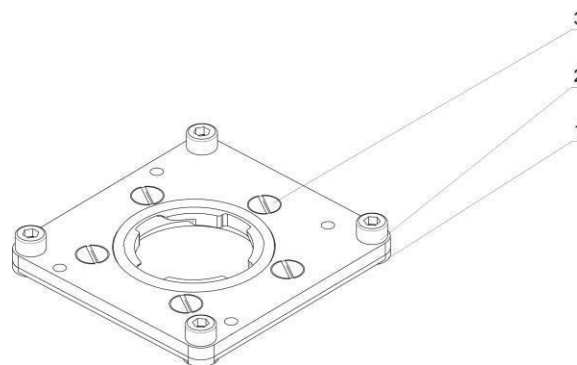

Рис. 2.8 Пластина для монтажа ДУТ
2. Установите на бак пластину, входящую в комплект поставки (рис. 2.8).